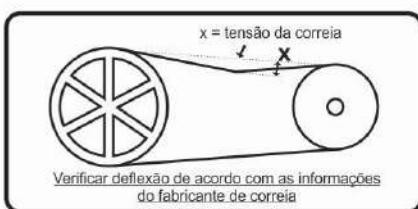
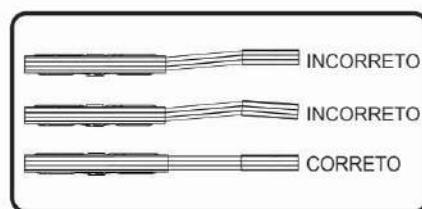

FIGURA 4
FIGURA 5
- 4.9 Verifique periodicamente o alinhamento entre o volante e a polia, o tensionamento da correia e o sentido de rotação. Figura 4 e Figura 5